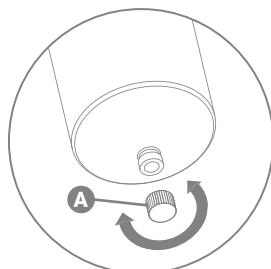

Рис. 4
2. Открутите гайку сливной горловины (A) (рис. 4) и слейте из фильтра остатки воды.
8. Установите на место гайку сливной горловины (А) (рис. 4) и плотно закрутите ее.